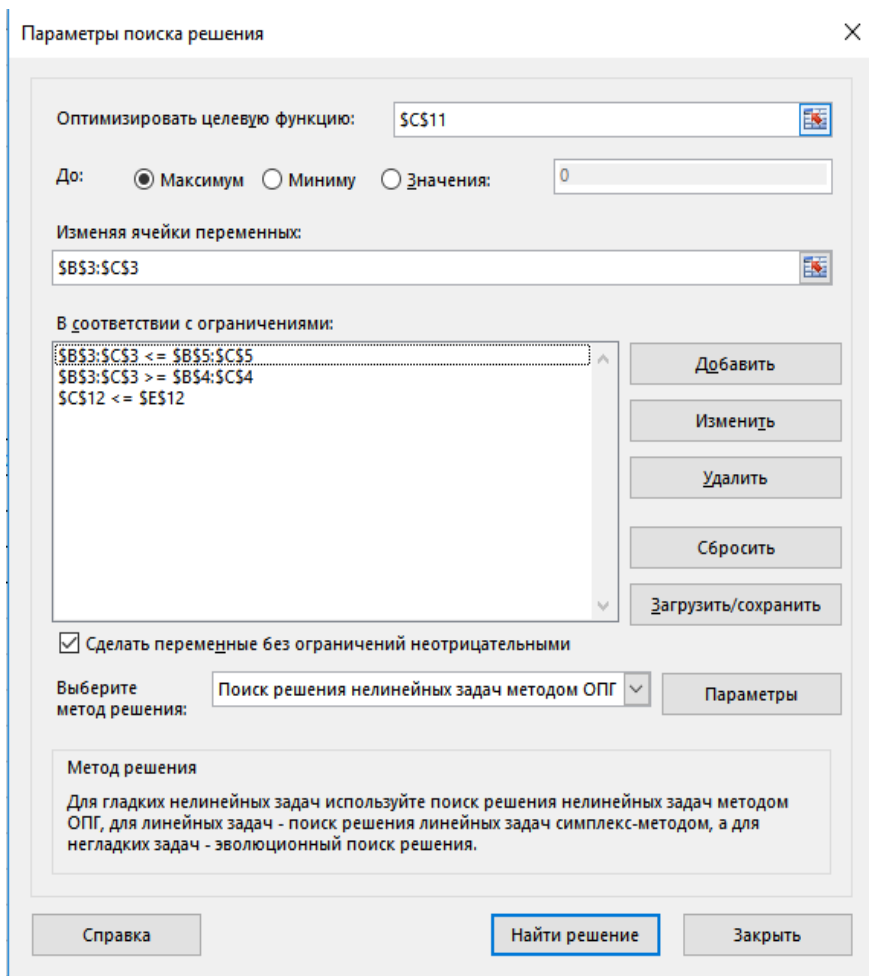

Рис. 4 – Окно поиска решения
Ограничения добавляются с помощью кнопки *Добавить* (рис.4)
7. Решение задачи. Параметры (на экране - рис.4). В этом окне назначаются параметры *Поиска решения* (при необходимости).